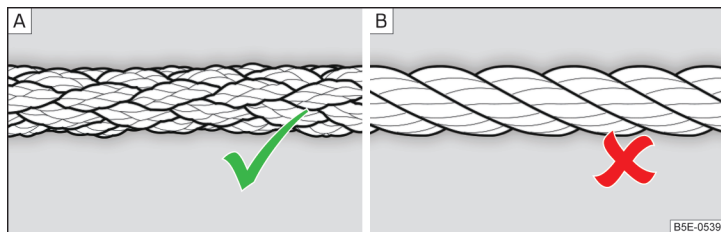

Abb. 336 Geflochtenes Abschleppseil / Gewundenes Abschleppseil
Zum Abschleppen mittels eines Abschleppseils nur ein geflochtenes Kunstfaserseil » Abb. 336 - [A] verwenden » !.
- Zum Abschleppen ist kein gewundenes Abschleppseil zu verwenden » Abb. 336 - [B], die Abschleppöse könnte sich am Fahrzeug herausdrehen - es besteht Unfallgefahr.